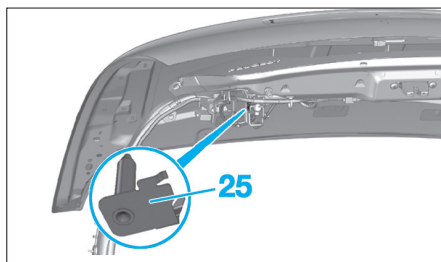

Fig. 125
- Ouvrir le coffre et déposer le clip (25) (Fig.125).